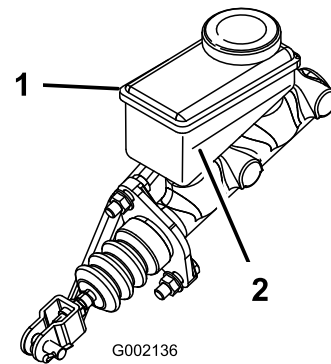

Figura 18
3. Mire el nivel de aceite en el lateral del depósito (Figura 18).
- B. Añada líquido de frenos DOT 3 al depósito hasta que el nivel esté por encima de la línea Mínimo (Figura 18).
5. Instale el tapón de goma encima del salpicadero (Figura 18).